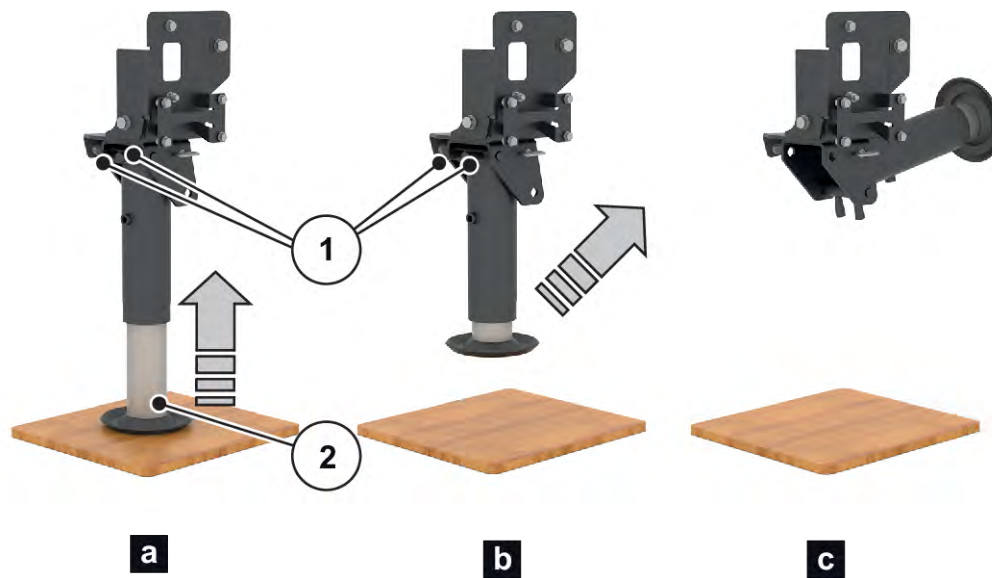

Fig. 25: Vækklapning af støttefod
- ▶ Klap støttefoden væk. Se *Fig. 25 Vækklapning af støttefod*